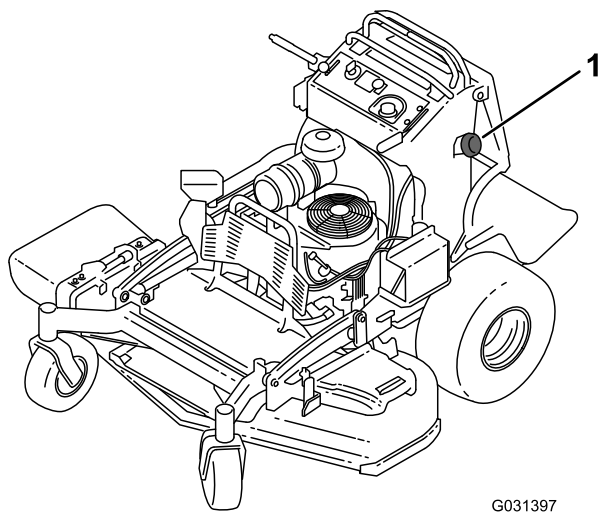

Figure 45
3. Nettoyez la surface autour du bouchon du réservoir de carburant pour éviter que des débris ne tombent à l'intérieur du réservoir (Figure 45).
6. À l'aide du siphon, vidangez le carburant dans un bidon propre (Figure 45).